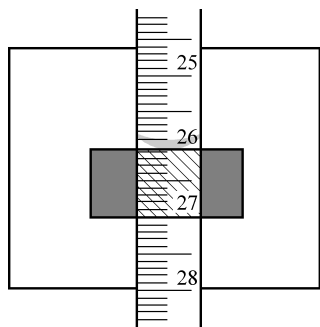

图 3-4 用读数卡读数
(3) 在滴定管装满或放出溶液后,必须等待 1~2min,使附着在内壁的溶液流下来后,再读数。如果放出溶液的速度较慢(如接近化学计量点时就是如此),那么可只等 0.5~1min,即可读数。注意在每次读数前,都看一下管壁内有没有挂水珠,管的尖嘴处有无悬液滴,管嘴内有无气泡。
(4) 必须读至 0.01mL 位。滴定管上两个小刻度之间为 0.1mL,要正确估读其 1/10 的值,需经严格训练方能做到。一般可以这样来估计:当液面在此两小刻度线中间时,最后一位即为 0.05mL;若液面在两小刻度的 1/3 处,即为 0.03mL 或 0.07mL;当液面在两小刻度的 1/5 时,即为 0.02mL 或为 0.08mL 等。
(5) 对于有蓝带的滴定管,读数方法与上述相似。当蓝带滴定管内盛有溶液时,将出现两个弯月面的上下两个尖端相交,此上下两尖端相交点的位置,即为蓝带管的读数正确位置。
(6) 为便于读数,可采用读数卡,它有利于初学者练习读数。读数卡是用贴有黑纸或涂有黑色长方形(约 $3\text{cm} \times 1.5\text{cm}$)的白纸板制成。读数时,将读数卡放在滴定管背后,使黑色部分在弯月面下约 0.5cm 处,此时即可看到弯月面的反射层全部成为黑色,如图 3-4 所示。然后,读此黑色弯月面下缘的最低点。对有色溶液须读其两侧最高点时,须用白色卡片作为背景。